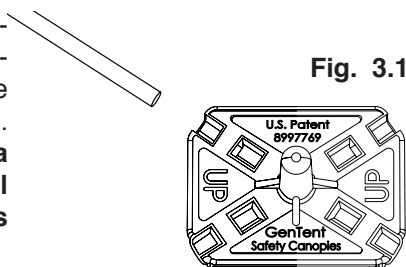

Fig. 3.1
- Inserte la primera varilla de la estructura en el conector central, asegurándose de que esté completamente asentada en el conector central. (Fig. 3.1) **Siempre inserte la varilla de la estructura en el conector central antes de insertarla en los brazos extensores.**